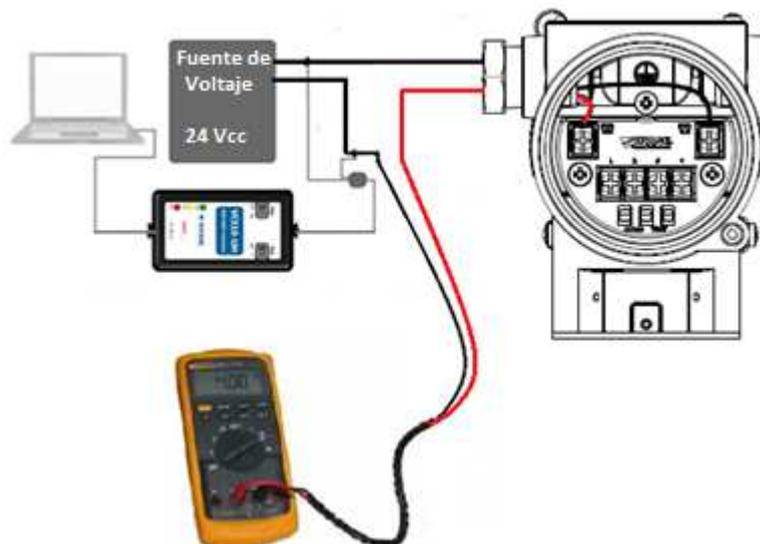

Figura 3.10 – Esquema de montaje para el trim de corriente del VTT10-FH.
**Trim** - Se puede ajustar el sensor de entrada con un patrón de temperatura, ohmios o mV, el sensor de temperatura interno y la corriente de salida del transmisor. La figura 3.10 muestra el esquema de montaje para el TRIM de corriente del VTT10-FH.